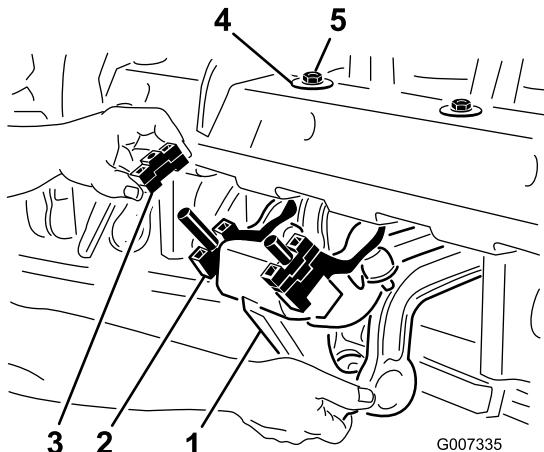

図 25
1. ロタリングダンパ・アセンブリをコアリングヘッドのフレームの下側に固定している2個のロックナット1/2インチを外す 図25。
2. ダンパ・アセンブリを下げてスペーサが見えるようにする 図25。
4. ロタリングダンパ・アセンブリをコアリングヘッドのフレームに元通りに取り付ける。D形ワッシャを図25のようにコアリングヘッドに取り付けるのを忘れないこと。ロックナット2個を固定する。